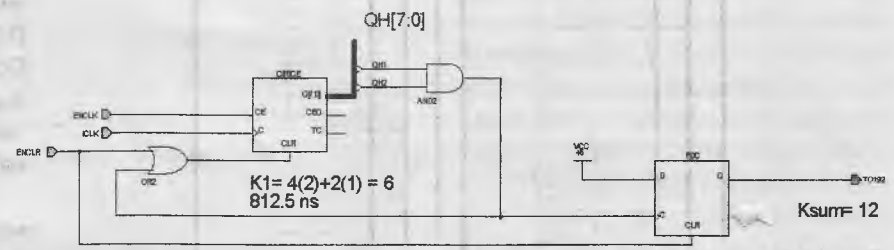

Рис. 9. Схема сдвига начала кодограммы от импульса запуска
2. Схема сдвига начала кодограммы от импульса запуска "DIV-SUM" (см. рис. 9).